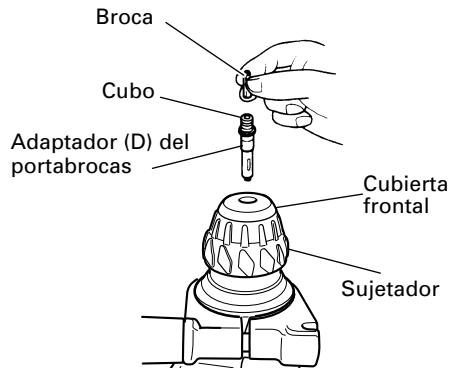

Fig. 8
4. Cuando coloque tornillos para metal (Fig. 8)
- **No intente utilizar el martillo perforador con la función de rotación y golpeteo con el adaptador del portabrocas (D) y la broca instalados.**
5. Atornillando tornillos para madera (Fig. 8)